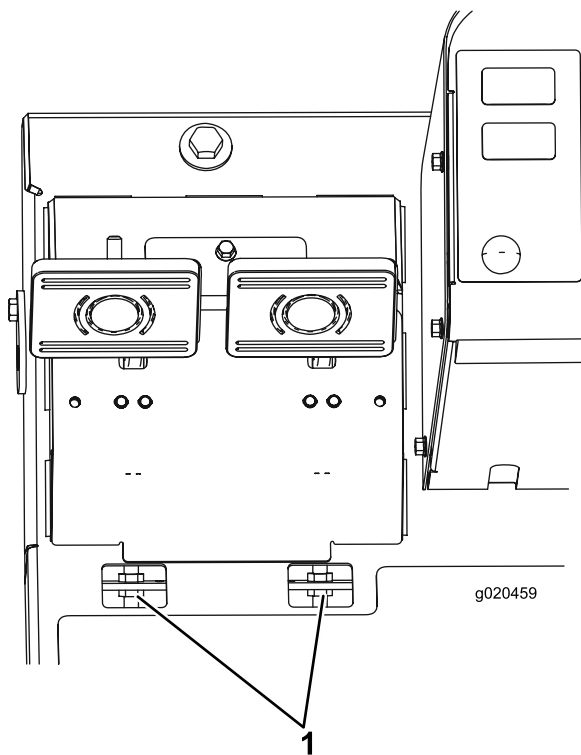

**Figura 93**
- A. Allentate le 2 viti di fissaggio e rimuovete il coperchio di regolazione dei freni (Figura 93).